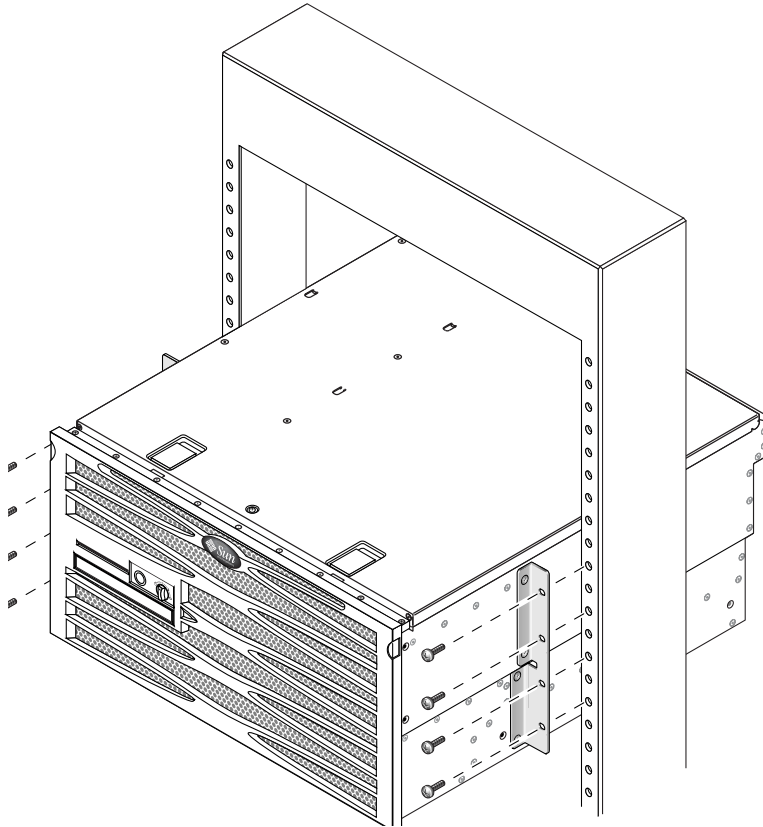

图 3-28 将服务器安装到双柱机架中并加以固定
4. 对每个托架使用四颗螺丝，将服务器前端固定到机架前端（图 3-28）。所用螺丝的尺寸将因机架而异。